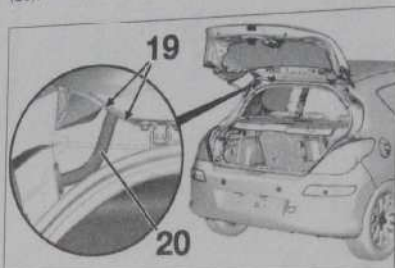

Fig. 175
- Dégrafer et écarter en (19) (Fig. 175), le passe-gaine (20).
- Dégager le faisceau électrique (8) du passe-gaine (20).